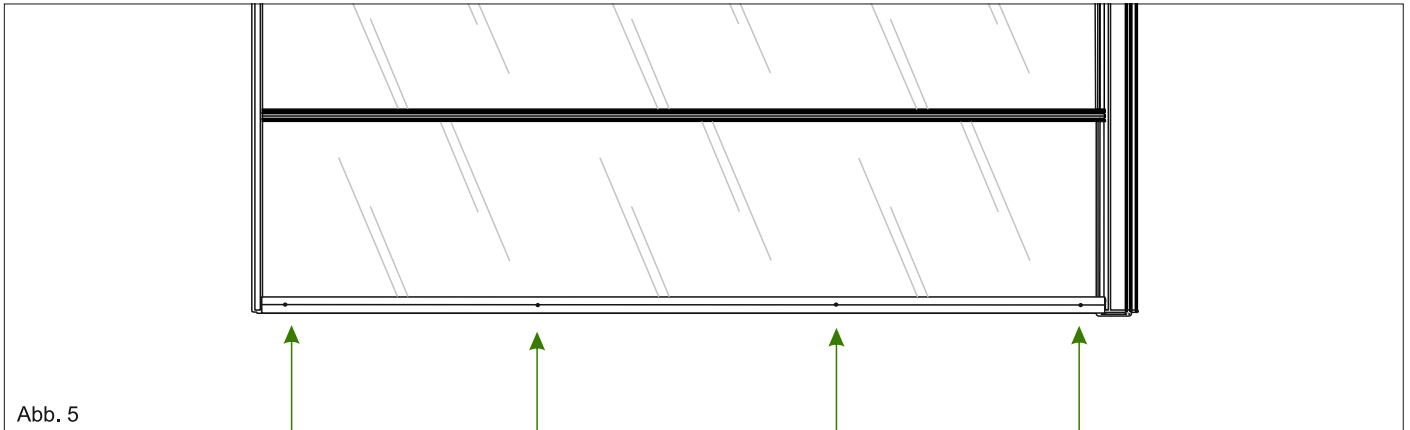

Abb. 5
5. Anschließend schrauben Sie die Sparrenabdeckungen mit dem mitgelieferten Bohrkopfschrauben (38mm lang) fest. Siehe Abb. 5.